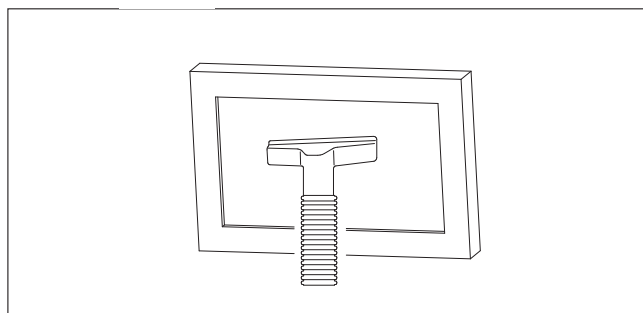

Fig. 8.g
- Pulire lo scambiatore ogni anno con un aspirapolvere. La necessità di eseguire questa operazione può variare da caso in caso a seconda delle condizioni ambientali interne ed esterne e della frequenza con la quale vengono puliti i filtri (Fig. 8.e-f-h-i-j-k-l).